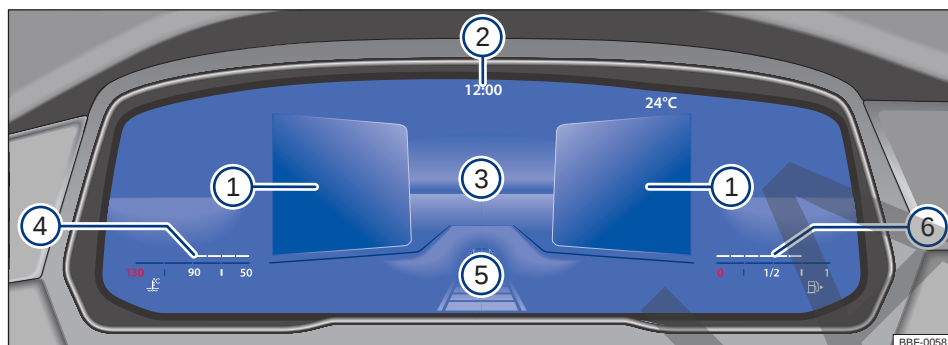

Fig. 11 Active Info Display en el tablero de instrumentos (variante 2).
Explicaciones sobre los instrumentos → fig. 11:
La exhibición principal → fig. 11③ puede alterarse presionando la tecla **View** en el volante multifunción. La representación en el área de indicación puede exhibir las siguientes vistas:
- **Resumen:** después de finalizada la preparación para conducción: exhibición de información sobre el status del vehículo en las áreas ①, por ejemplo, posición del cuentakilómetros total.